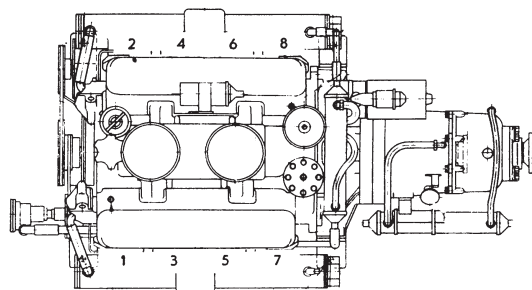

Fig. 13. Cylindrarnas numrering.
4. Montera fördelarlock och tändkablar. Tändföljden är 1–8–4–3–6–5–7–2. Se fig. 13.